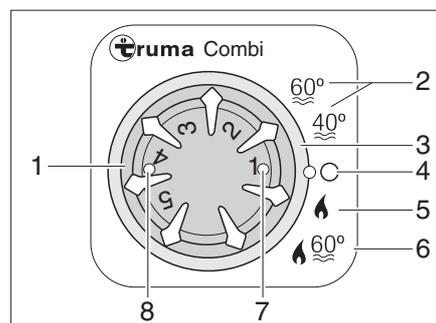

Bild 56 Bedieneinheit für Heizung/Boiler
*Betriebsart wählen:* ■ Betriebsart mit dem Drehschalter (Bild 56,3) einstellen.
**Winterbetrieb** Die Heizung wählt nach eingestellter Heizstufe selbstständig die benötigte Brennerstufe. Bei Betriebsart "Heizung und Boiler" (Bild 56,6) wird auch das Wasser im Boiler erhitzt. Die Heizung kann in der Betriebsart "Heizung ohne Boiler" (Bild 56,5) mit leerem Boiler betrieben werden.
■ Temperatordrehknopf (Bild 56,1) an der Bedieneinheit auf gewünschte Heizstufe stellen.
■ Drehschalter (Bild 56,3) auf Winterbetrieb "Heizung ohne Boiler" (Bild 56,5) oder auf Winterbetrieb "Heizung und Boiler" (Bild 56,6) stellen.
Grüne Kontroll-Leuchte (Bild 56,7) leuchtet.
*Ausschalten:* ■ Drehschalter (Bild 56,3) auf "O" (Bild 56,4) stellen.
Die Kombination Gasbetrieb und 230-V-Elektrobetrieb verkürzt die Aufheizzeit (nur möglich, wenn die Heizung an der Bedieneinheit (Bild 56) auf Winterbetrieb gestellt ist).